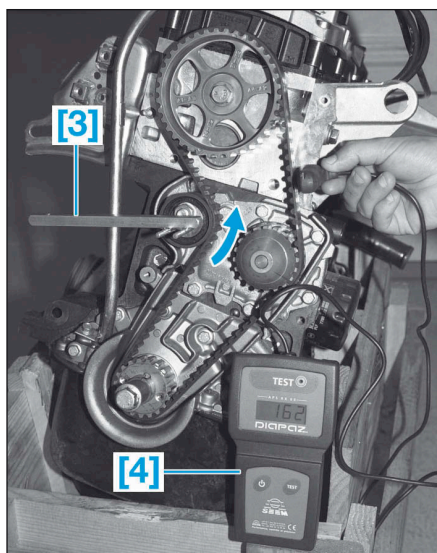

FIG.7
- [3]. Outil de tension de la courroie (référence : Mot. 1135-01) (Fig.7).
- [4]. Appareil de contrôle de tension de courroies (référence : Mot. 1505 ou 1715) (Fig.7).
- Mettre en place l'outil [3] sur le galet tendeur (Fig.7).